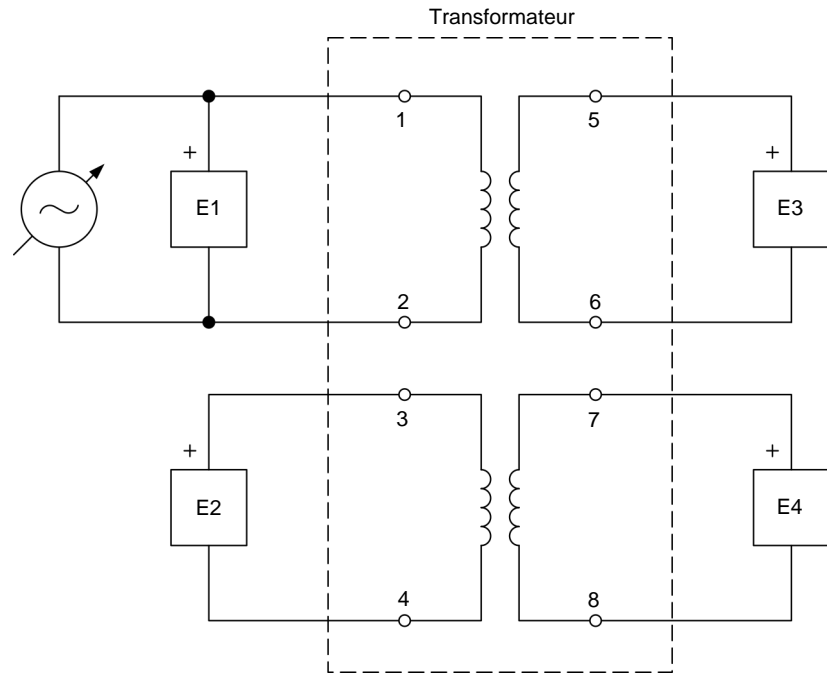

Figure 6. Circuit pour mesurer la tension induite à chaque enroulement du transformateur lorsque la source d'alimentation ca est connectée à l'enroulement 1-2.
11. Connectez l'équipement tel que montré dans la figure 6.